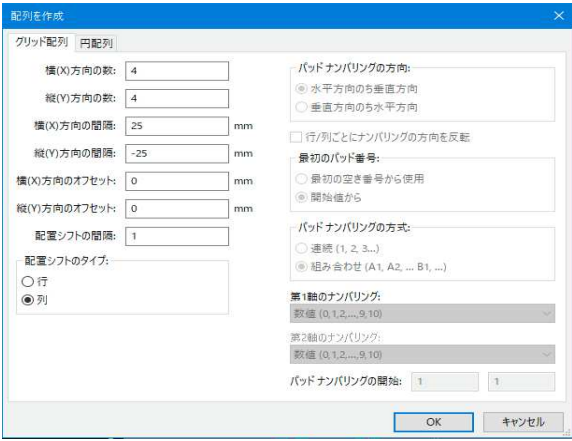

図 A-11
③ 「配列を作成」ダイアログ各欄の値を設定します。図 A-11